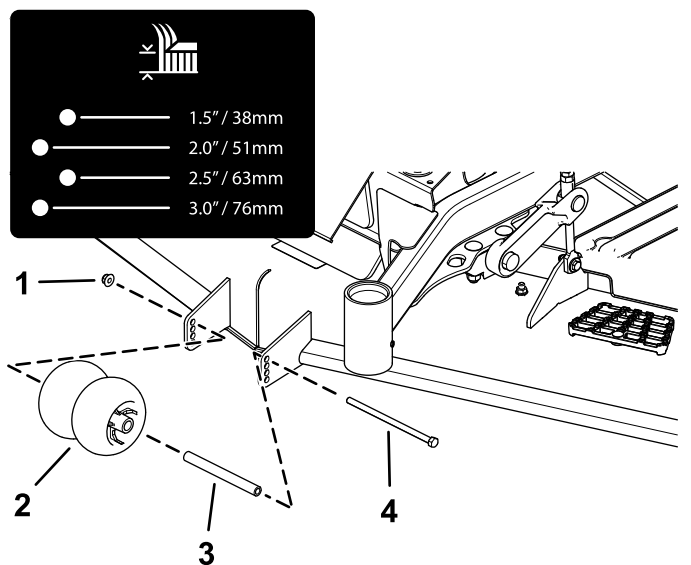
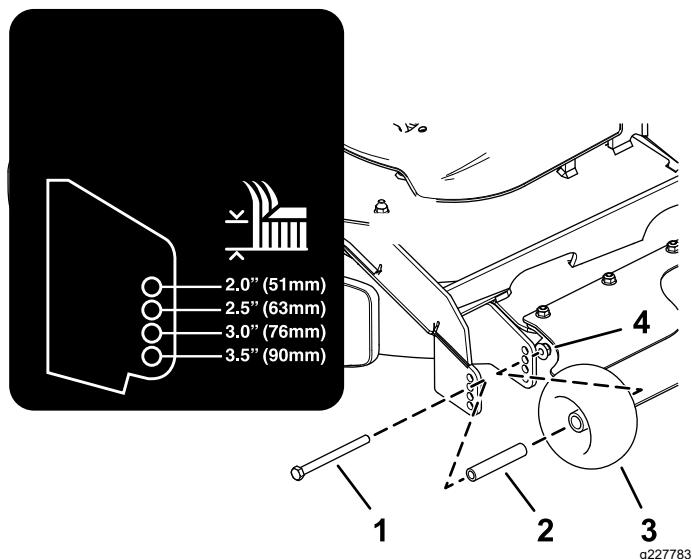

**Figure 26**
**Figure 27**
4. Réglez les galets anti-scalp comme montré à la Figure 26 et la Figure 27.